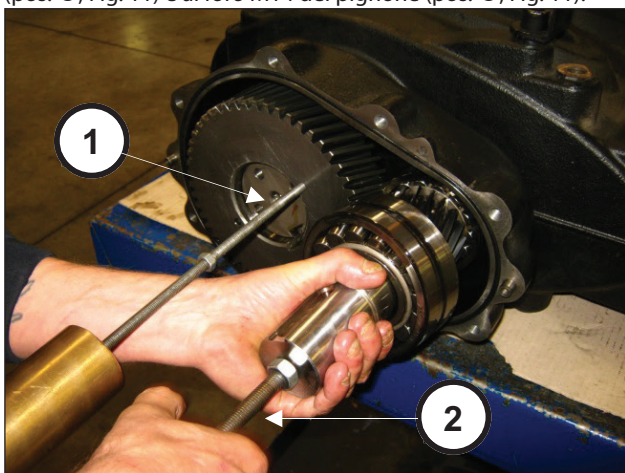

Fig. 11
Per poter rimuovere il gruppo pignone + corona è necessario applicare delle masse battenti ai 2 fori M8 della corona (pos. ①, Fig. 11) e al foro M14 del pignone (pos. ②, Fig. 11).